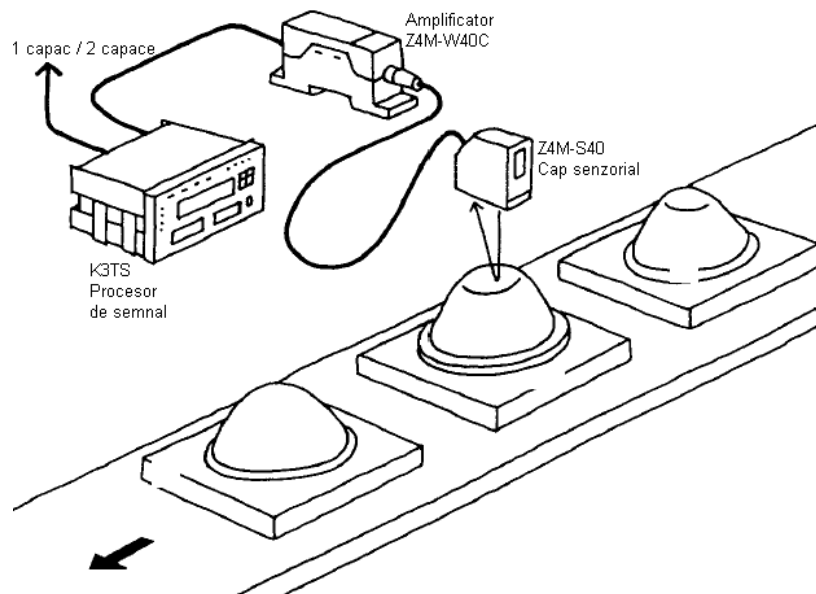

Fig.5
1.2.2. Detectarea capacelor duplicat aplicatie (fig.5):